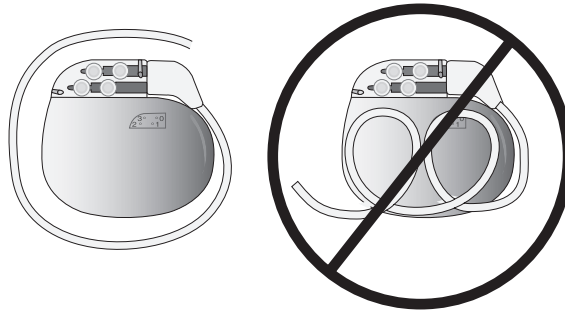

Abbildung 10. Überschüssiges Verlängerungskabel um den Umfang des Neurostimulators Modell 3023 wickeln.
- Überschüssiges Kabel darf nicht auf der beschrifteten Seite des Neurostimulators aufgewickelt werden. Wickeln Sie überschüssiges Kabel stattdessen um den Umfang des Neurostimulators (Abbildung 10), damit die subkutane Tasche nicht zu tief wird, und um der Gefahr einer möglichen Beschädigung bei einer operativen Auswechslung des Neurostimulators, einer möglichen Knickbildung und Störungen der Telemetrie bei der Programmierung entgegen zu wirken.